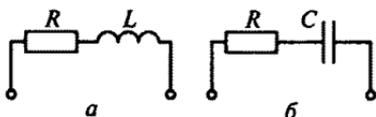

Рис. 137
4.2. Чему равны постоянные времени τ_a и τ_b контуров, соответственно показанных на рис. 137, а и б? (Указать неправильный ответ.)